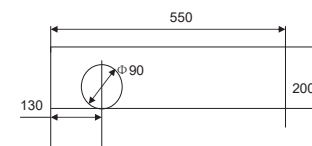

Abb. 1
3.2.4 Stellen Sie den Härteprüfer nach dem Auspacken waagrecht auf eine stabile Werkbank, deren Ebenheit 1 mm/m nicht überschreiten darf. Öffnen Sie gleichzeitig eine Öffnung an der entsprechenden Stelle der Werkbank (Abbildung 1), damit die Hubschraube normal funktionieren kann. Es wird empfohlen, dass die Höhe der Werkbank etwa 500 mm beträgt.